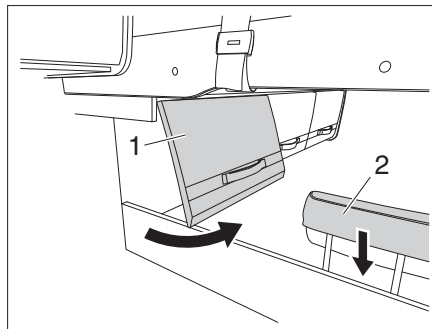

Fig. 162 Portillon du compartiment de rangement et appuie-tête
- Ouvrir le portillon du compartiment de rangement (Fig. 162,1).
- Abaisser l'appuie-tête (Fig. 162,2).